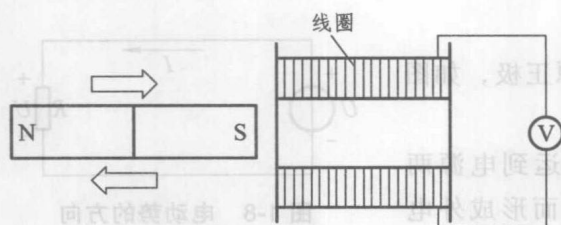

图 1-4 通过电磁感应产生电压
(1) 图 1-4 所示是通过电磁感应来产生电压。若将条形磁铁插入线圈，再从线圈中拔出，电压表的指针将摆动，表明有电压产生。这是利用磁来产生电压，称为电磁感应。